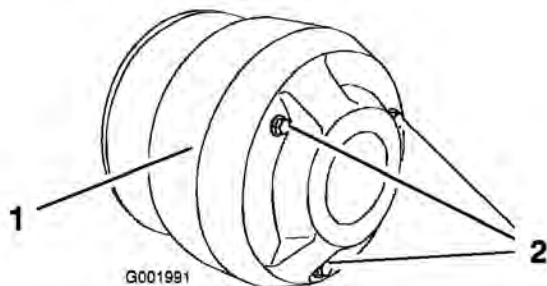

Figura 55
4. Retire os 3 parafusos que fixam a tampa à embraiagem e retire a tampa (Figura 55).